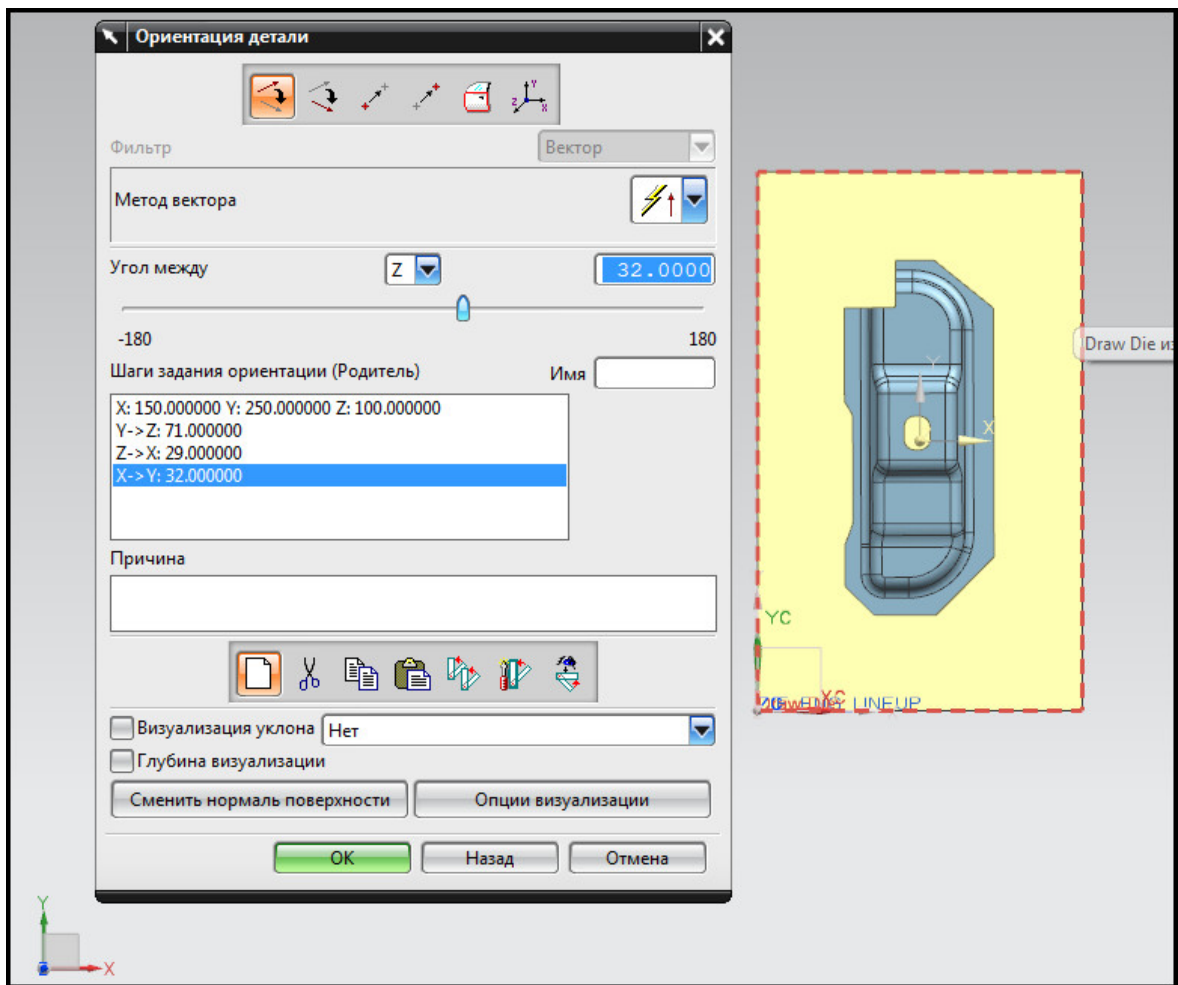

Рис. 7.7. Задание ориентации перехода на операции вытяжки
- Нажмите кнопку **Новый** и выберите задание угла относительно оси **Z**, вручную установите значение 32° (рис. 7.7).